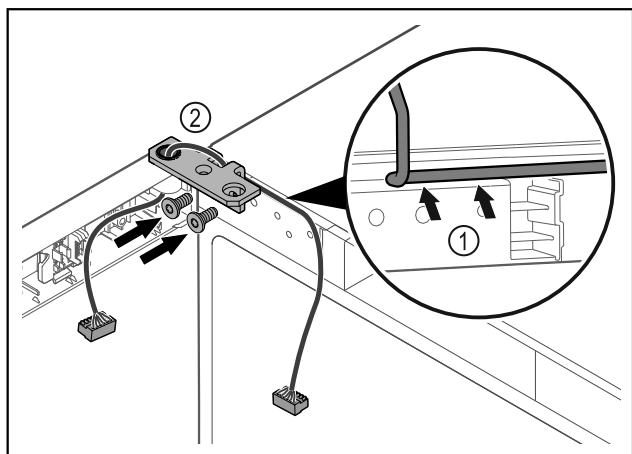

Fig. 58
- Provedite kabel kroz izrez na kutnoj šarci i oprezno ga položite Fig. 58 (1).
- Navrnite kutne šarke Fig. 58 (2).